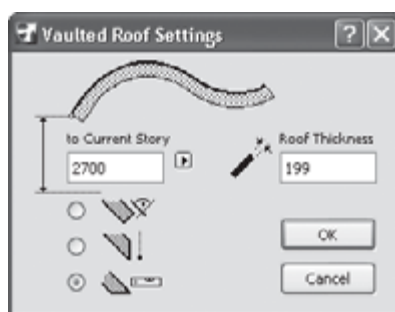

Рис. 5.40. Окно настройки параметров крыши
9. Щелкните кнопкой мыши. В поля открывшегося окна Vaulted Roof Settings (Параметры сводчатой крыши) введите необходимые параметры крыши (рис. 5.40).